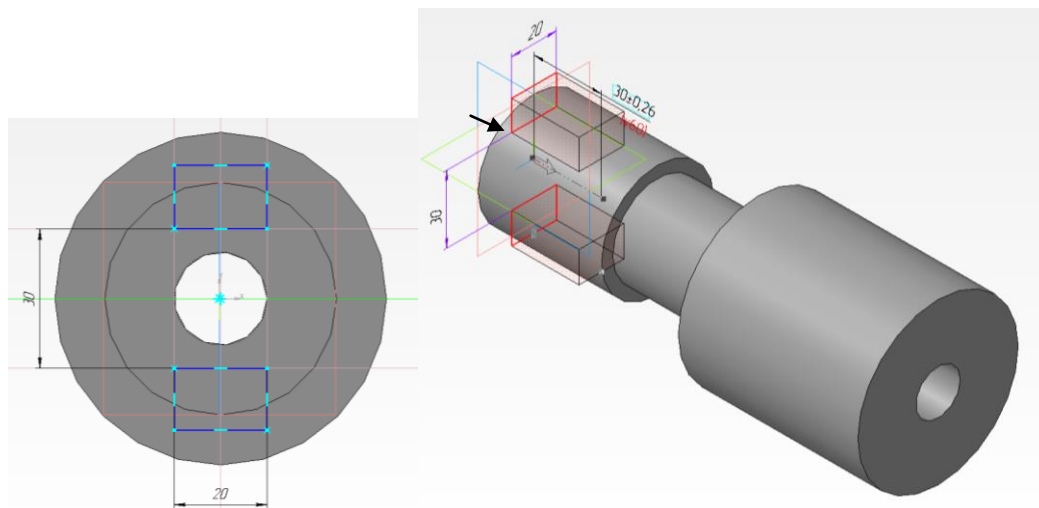

Рисунок 14
6. Далее через  - **Редактирование детали**, выбираем  - **Вырезать выдавливанием**, задаем расстояние - **30**. После появления фантома - **Создать объект** (рисунок 14)